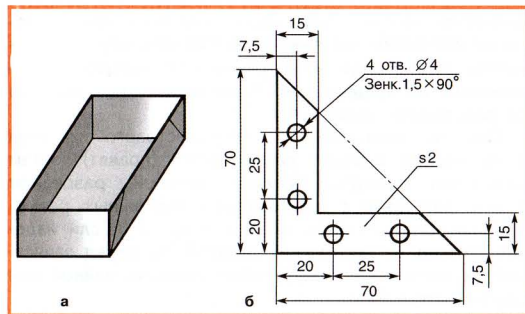

Рис. 62. Технический рисунок к заданию 3 (а) и чертеж к заданию 4 (б)
4. По чертежу (рис. 62, б) выполните технический рисунок изделия.